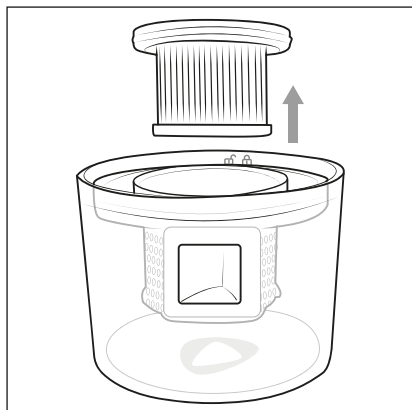

Fig. 5
- 2) Tirez le filtre HEPA **5** avec le pouce et l'index, puis sortez-le du filtre à poussière **6** (fig. 5).